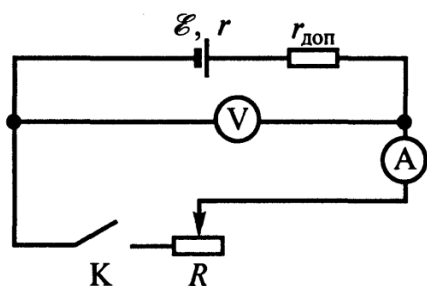

Рис. 6.2.
Схема установки для исследования влияния сопротивления нагрузки на эффективность использования энергии источника приведена на рис. 6.2. В качестве внутреннего сопротивления источника  $r$  (по аналогии с работой 5) используется дополнительное сопротивление -  $r_{доп}$ .
*Нарисуйте* схему измерительной установки (рис. 6.2).
*Соберите* установку в соответствии со схемой рис. 6.2.